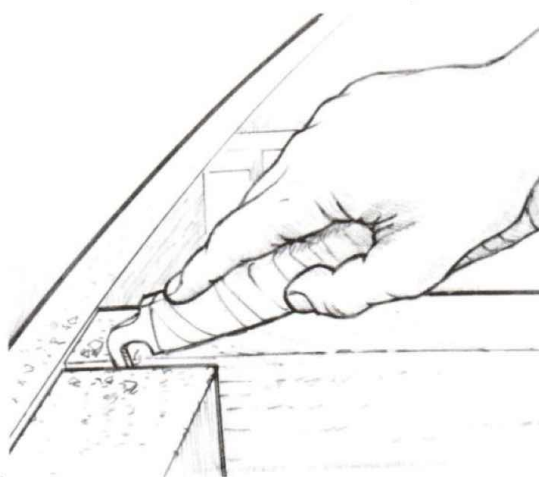

Рисунок 4-7 Используйте скребок, чтобы вычистить внутренние поверхности стыка.
2. Вскройте максимально много стыков, к которым будет доступ, между деталями набора, между набором и наружной обшивкой. Ослабьте крепёж везде, где это возможно. Можно использовать небольшую монтировку или клин, чтобы временно приоткрыть стык. Вычистите старую краску, лак или грязь из стыков с помощью острого инструмента (Рисунок 4-7). Очистите внутренние поверхности стыка до голого дерева, насколько это возможно.